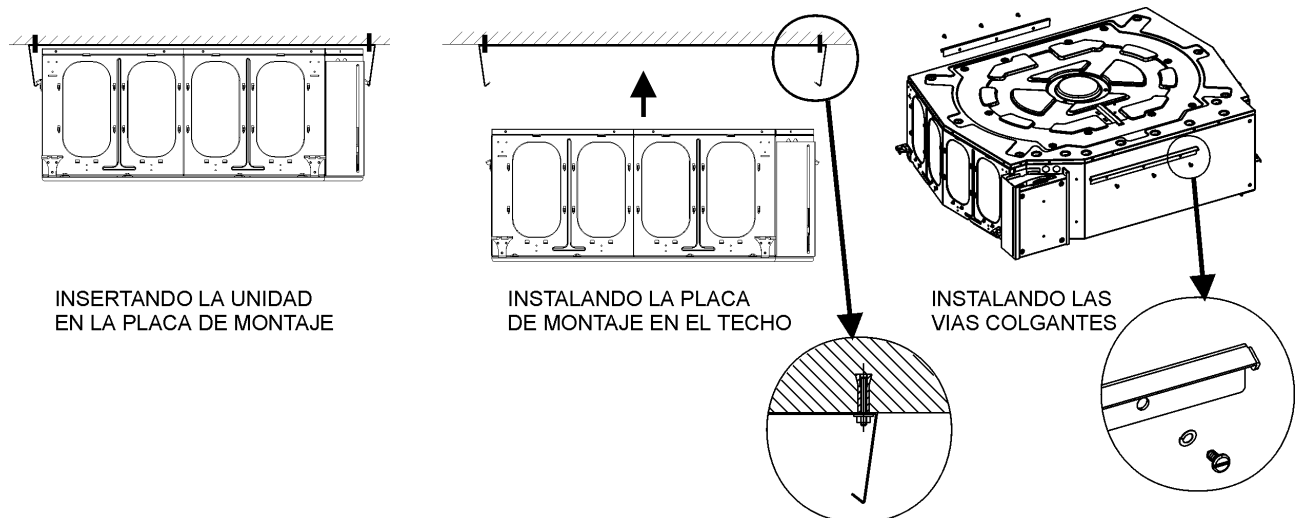

Fig. 6. Colgando la unidad interna en una placa de montaje
- B. Instale dos vías colgantes en la unidad por medio de 3 tornillos cada una (ver Fig. 6)
- F. Levante la unidad y deslícela sobre la placa de montaje (ver Fig. 6).